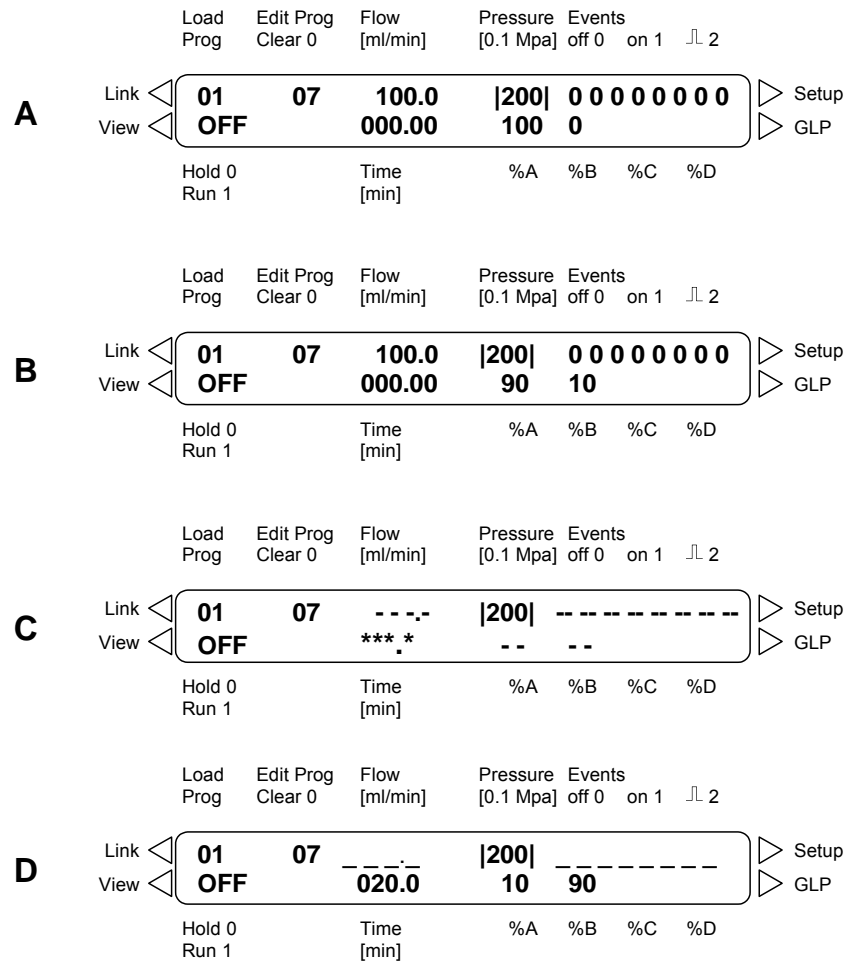

Abb. 22 Darstellung einzelner Schritte bei der Erstellung eines Programms
Wenn Sie eine neue Programmzeile anlegen, werden alle Parameter auf den Status *No Change* gesetzt, der durch Unterstriche gekennzeichnet ist, siehe Abb. 22 auf Seite 65, Teil D. Dieses NO CHANGE-Feature ermöglicht das Ändern einzelner Parameter unter Beibehaltung derer, die nicht geändert werden sollen.
5. Drücken Sie 1 und dann ∇ , um den Wert 1,000 ml/min zu übernehmen. Das Display sollte nun Teil **A** siehe Abb. 22 entsprechen, der Cursor blinkt auf dem Zeitfeld.